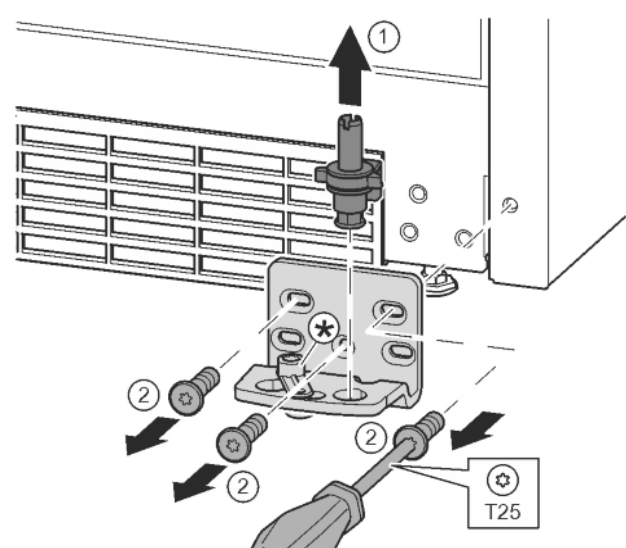

Fig. 11
- ▶ Lagerbouten compleet vanaf de bovenkant eruit trekken. Fig. 11 (1)
- ▶ Schroeven met schroevendraaier T25 eruit draaien en lagerbus eraf halen. Fig. 11 (2)